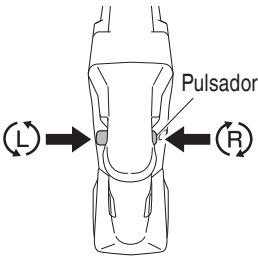

Fig. 11
- 6. Confirmar la dirección de rotación de la broca (Fig. 11)
La broca rota hacia la derecha (visto desde atrás) al oprimir el lado R del botón. (Fig. 11). Si oprime el lado L del botón, la broca gira hacia la izquierda.